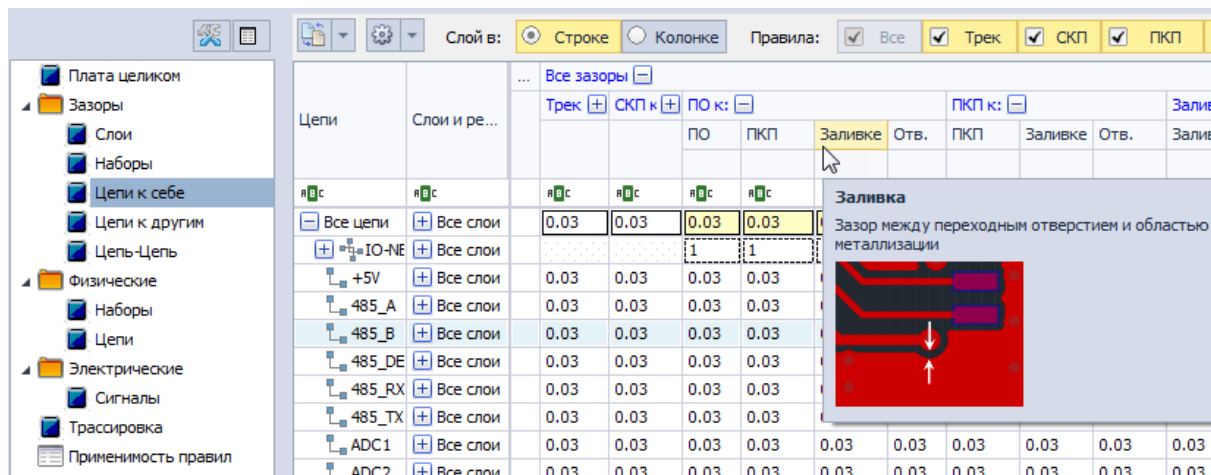

Рис. 18 Зазор между переходным отверстием и областью металлизации
- Зазор между По и областью металлизации обозначается как «ПО к Заливке», Рис. 18. Зазор определяет область вокруг переходного отверстия, в которой запрещено размещение металлизации. Если переходное отверстие будет наложено на область металлизации, то часть области будет удалена, чтобы обеспечить необходимый зазор.